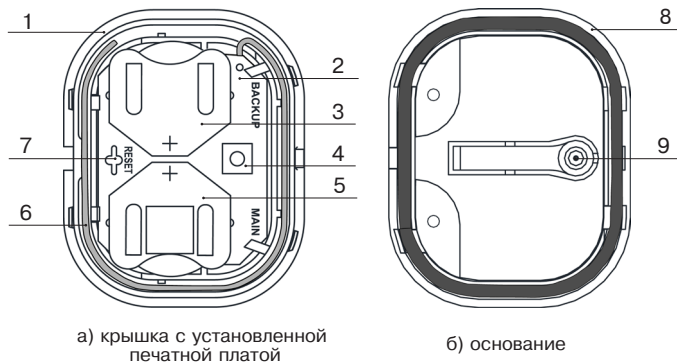

Рисунок 2 – Конструкция извещателя
5.2 В случае, если необходимо провести регистрацию извещателя в двухканальном режиме, на время регистрации зажмите и удерживайте датчик вскрытия (поз.4, рис.2). В противном случае датчик вскрытия должен оставаться в отжатом состоянии до завершения регистрации.
5.3 Соблюдая полярность, установите сначала резервную батарею в держатель (поз.3, рис.2), а затем основную батарею в держатель (поз.5, рис.2). При установленных батареях извлеките изоляторы).
Для контроля отрыва извещатель крепится к охраняемому предмету шурупом через вскрываемое крепежное отверстие (поз.9, рис.2).